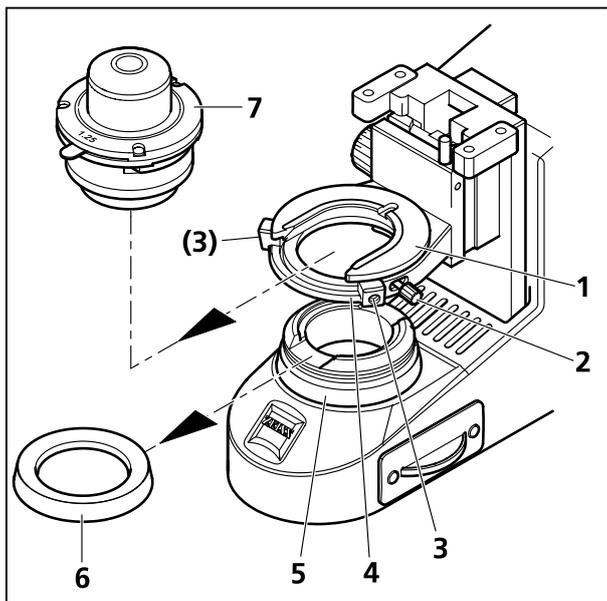
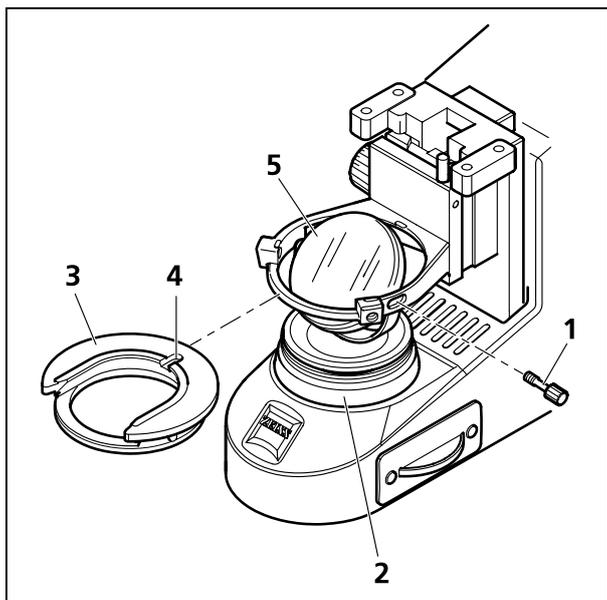

Рисунок 15 Демонтаж и монтаж конденсора
Рисунок 16 Демонтаж и монтаж зеркала
- Отвинтить защитный колпак (Рисунок 15/6) от полевой диафрагмы осветителя (Рисунок 15/5).
- Ослабить зажимный винт (Рисунок 15/2) конденсора и юстировочные винты (Рисунок 15/3) держателя конденсора (Рисунок 15/4), пользуясь торцовым шестигранным ключом, так, чтобы конденсор (Рисунок 15/7) можно было вытянуть спереди. Вынуть конденсор (Рисунок 15/7).
- Вывинтить зажимный винт (Рисунок 15/2 и Рисунок 16/1 соответственно) из вставки держателя конденсора (Рисунок 15/1 и Рисунок 16/3 соответственно).
- Прижать вставку держателя конденсора назад к пружине и вынуть её из держателя конденсора (Рисунок 15/4) под углом наверх.
- Вставить зеркало (Рисунок 16/5) сверху через отверстие держателя конденсора в приёмное гнездо полевой диафрагмы осветителя (Рисунок 16/2). Убедиться в том, что зеркало установлено в горизонтальном положении.
- Вынуть зеркало (Рисунок 16/5) вверх через отверстие держателя конденсора.
- Вставку держателя конденсора (Рисунок 15/1 и Рисунок 16/3 соответственно) ввести под небольшим углом (наклоном) в отверстие держателя конденсора. При этом прижать вставку назад к пружине и разместить её горизонтально на держателе конденсора.
- Закрутить винт для зажатия конденсора (Рисунок 16/1) в вставку держателя конденсора.
- Поместить конденсор в вставку держателя конденсора. Убедиться в том, что ориентирующий винт на задней стороне конденсора вошёл в паз (Рисунок 16/4) вставки держателя конденсора.
- С помощью центрировочных винтов (Рисунок 15/3) выставить освещённое изображение симметрично относительно края поля зрения.